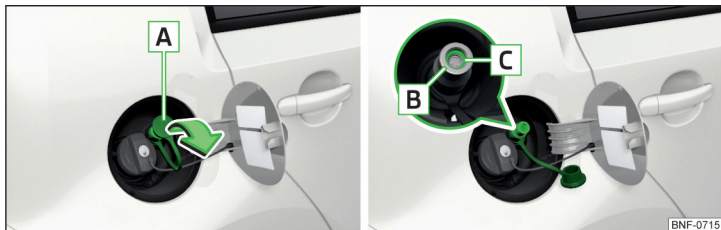

Fig. 136 Tubos de alimentación de gas
- Retirar la tapa **A** » fig. 136 en el sentido de la flecha y colocar el acoplamiento de llenado de la instalación de repostaje sobre el tubo de alimentación **B**.
- Comprobar si el anillo obturador **C** » fig. 136 permanece encajado en el tubo de alimentación **B**. Si el anillo obturador se ha deslizado sobre el acoplamiento de llenado, se deberá introducir de nuevo en el tubo de alimentación.